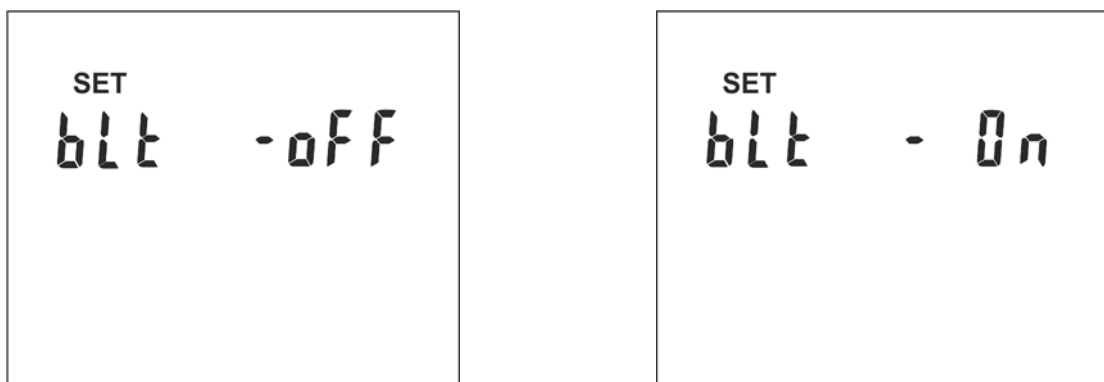

Fig. 4: Impostazione retroilluminazione del display
3. Premere i tasti freccia ← o → per passare all'impostazione della retroilluminazione del display. La videata di Fig. 4 – parte sinistra è mostrata a display